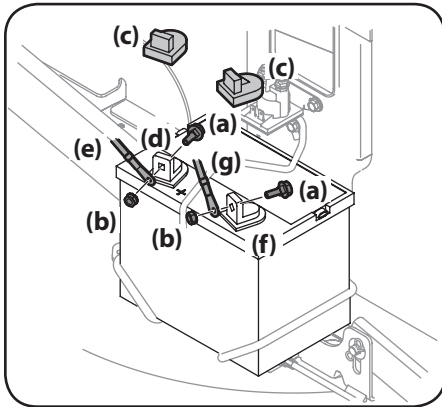

Figure 2-14
1. Retirez les boulons hexagonaux (a) et les écrous (b) situés à l'extrémité du faisceau de fils électrique. Gardez la quincaillerie pour utilisation ultérieure. Voir Figure 2-14.
2. Enlevez le couvercle en plastique (c), si équipé, de la borne positive (d) de la batterie et attachez le câble rouge (e) à la borne positive (b) de la batterie (+) avec le boulon (a) et l'écrou (b) retirés à l'étape 1. Utilisez une clé de 7/16". Voir la Figure 2-14.
3. Enlevez le couvercle en plastique (c), si équipé, de la borne négative de la batterie (f) et attachez le câble noir (g) à la borne négative de la batterie (-) (f) avec le boulon (a) et l'écrou hexagonal (b). Voir la Figure 2-14.